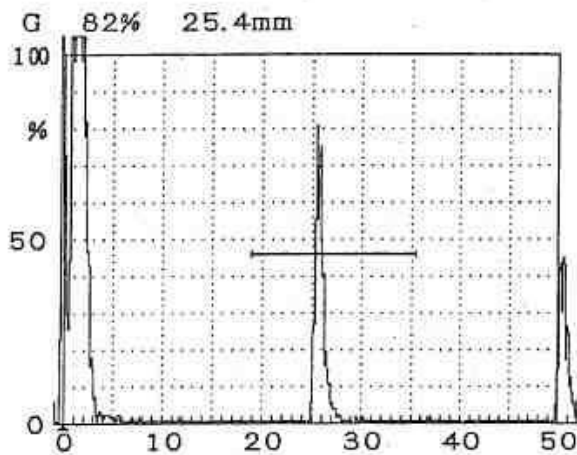

図 6.2.22 印刷様式の例 (探傷報告様式2)
- (3) 探傷報告様式(2) : 探傷報告様式(1)と同様の探傷図形又は周波数分析結果と、日付、UI-23の製造番号、探触子、試験者、試験体を図6.2.22に示したようにA4サイズの紙に印刷します。